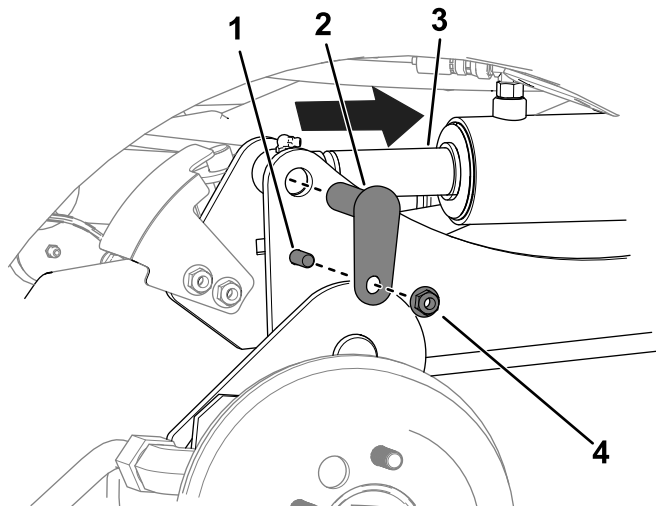

Figura 11
C. Utilizzate un cacciaspine per allineare i fori dell'asta del cilindro con i fori del braccio di sollevamento (Figura 11).
D. Utilizzate 2 bulloni ($\frac{3}{8}$ " x $1\frac{1}{4}$ ""), 2 dadi ($\frac{3}{8}$ "") e 2 perni piccoli per fissare i bracci di sollevamento ai cilindri (Figura 11).